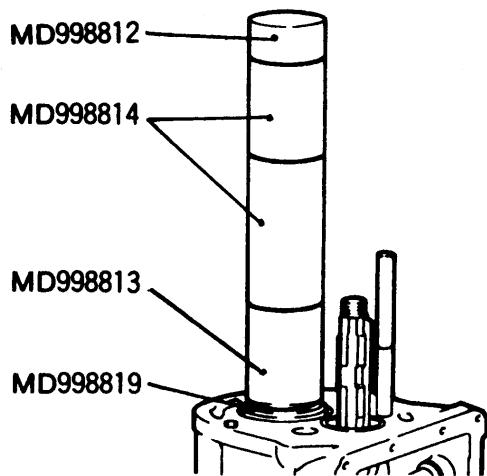

图 3-60 安装主轴中间轴承
(7) 如图 3-60 所示, 用专用工具安装主轴中间轴承。